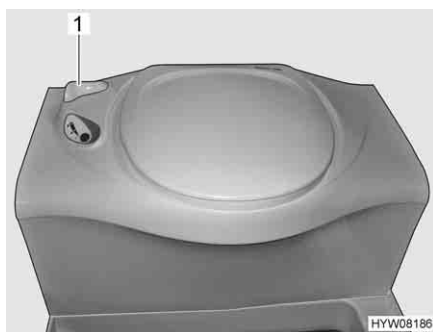

Fig. 115 Toilette Thetford
Apertura del cursore: ■ Ruotare la leva del cursore (Fig. 115,1) in senso antiorario.
Chiusura del cursore: ■ Ruotare la leva del cursore (Fig. 115,1) in senso orario.
- Prima di tirare l'acqua, aprire il cursore della toilette Thetford. A tal fine ruotare la leva del cursore (Fig. 115,1) in senso antiorario.
- Dopo aver tirato l'acqua chiudere il cursore. Ruotare la leva del cursore (Fig. 115,1) in senso orario.